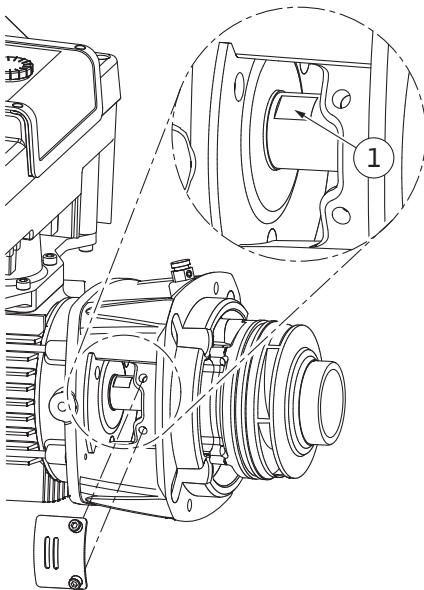

Fig. 105: Plochy klíče na hřidle
14. Do okna lucerny zasuňte otevřený klíč, (velikost 22 mm) a držte hřidel na plochách klíče (Fig. 105, poz. 1). Vyšroubujte matici oběžného kola (Fig. I, poz. 22). Dojde k automatickému stažení oběžného kola (Fig. I, poz. 21) z hřidele.
3. Do okna lucerny zasuňte otevřený klíč, (velikost 22 mm) a držte hřídel na plochách klíče (Fig. 105, poz. 1).
10. Do okna lucerny (Fig. IV, poz. 38) zasuňte otevřený klíč, (velikost 32 mm) a držte hřídel na plochách klíče (Fig. 105, poz. 1). Namontujte oběžné kolo s podložkou/podložkami a matici. Matici dotáhněte. Zabraňte poškozením mechanické ucpávky vzpříčením.